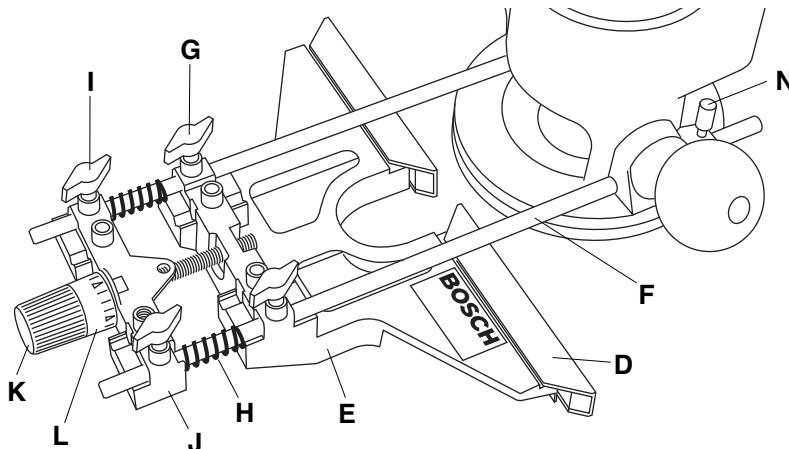

FIG. 1
Pour effectuer le réglage initial, glissez l'ensemble du guide de défonceuse le long des tiges approximativement jusqu'à la position désirée et serrez fermement le jeu de boutons à ailette arrière (I). (Fig1)
Para ensamblar la guía de fresadora de lujo: (Fig. 1)